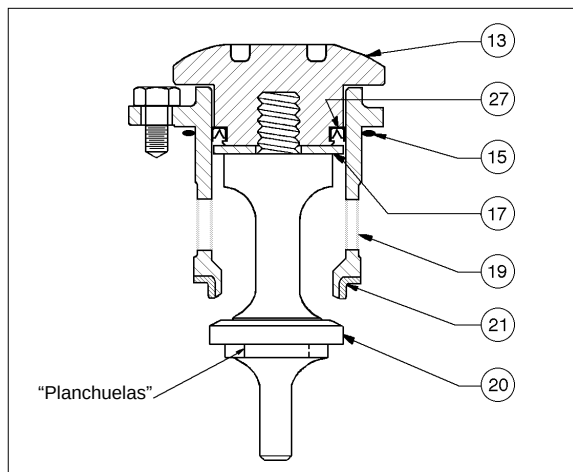

Figura 3: ITA armado,
- e. Retire el sello del escurridor (16), si viene incluido, desde dentro de la jaula (19).
- f. Retire la arandela del escurridor (17.1), la arandela de ajuste de comba (17.2) o el retén del sello (17.3), si viene incluido, desde dentro de la jaula (19).
- g. Retire el sello o-ring del vástago inferior (14.3) del tapón (20).
- h. Retire el anillo de asiento (21). Observe si se detectan pérdidas. Si el anillo de asiento (21) muestra evidencias de pérdidas importantes, determine si las condiciones de operación exceden los límites de presión, de caída de presión o de temperatura.
2. Unidades con diafragma(s) metálico(s). (Vea la Figura 3.):
- a. Inserte el tapón de la válvula (20) orientado hacia arriba a través del extremo inferior de la jaula (19) y del orificio central de la arandela de ajuste de comba (17.2) o la arandela del escurridor (17.1) y el sello del escurridor (16).
- b. Enganche el tapón de la válvula (20) con los filetes del cojinete de guía del pistón (13) y ciñe manualmente tanto como sea posible.
- c. Coloque el ITA en una prensa de tornillo con pinzas y presiónelo en un cubo ubicado en el tapón de la válvula (20) que no se encuentre en la zona de "pivote". (Vea la Figura 3.)
- d. Utilice unas pinzas de bloqueo, una llave de tubo con boca no filosa o un accesorio tipo llave de gancho doble para ajustar el cojinete de guía del pistón (13) firmemente al tapón de la válvula. Mientras ciñe, NO permita que el tapón de la válvula (20) rote contra el anillo de asiento (21).